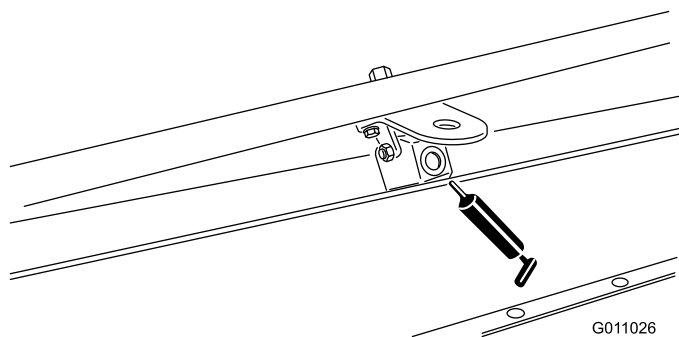

Figura 30
- Perno della spazzola (2) (Figura 30).